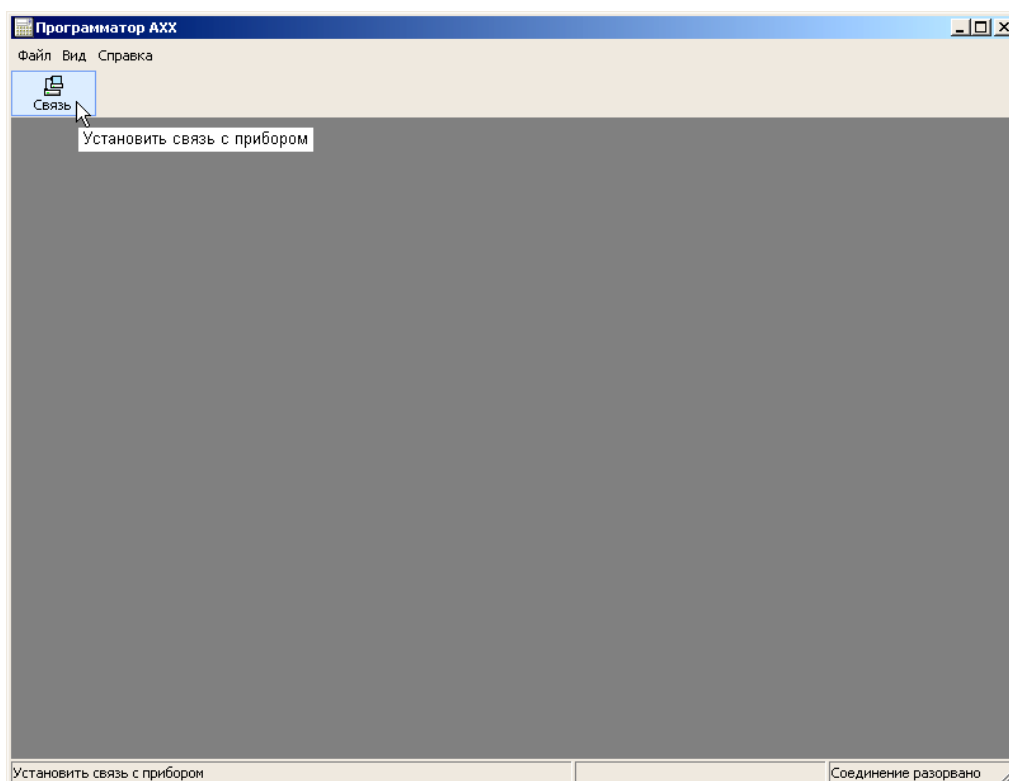

Рисунок 2 – Установление связи с программируемым устройством
При удачном запуске программы развернется окно программирования, рисунок 2.
2.3.1.1 Сервисная иконка «Связь». Для установления связи с программируемым устройством требуется кликнуть на сервисную иконку «Связь» расположенную на панели инструментов, рисунок 2.